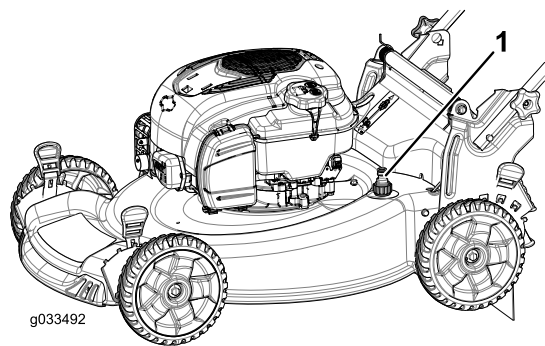

Bild 26
5. Befestigen Sie einen Gartenschlauch, der an einen Wasserhahn angeschlossen ist, am Wasseranschluss (Bild 26).